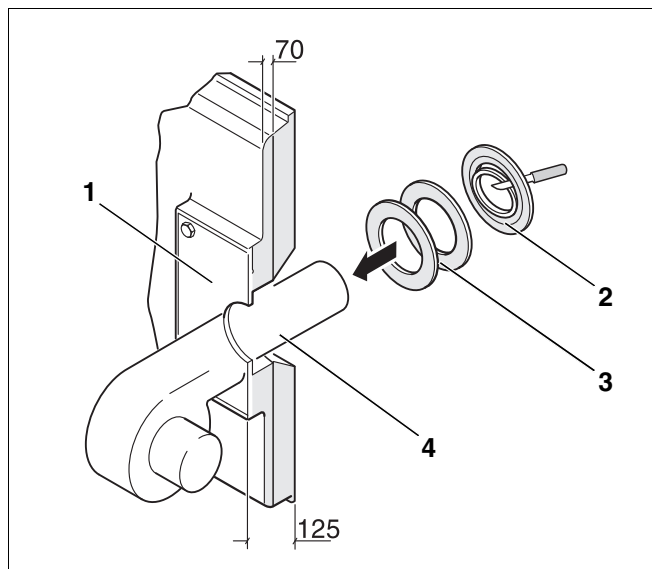

Fig. 28 Montaggio – Bruciatore
- forare la piastra del bruciatore (fig. 28, [1]) in base al diametro necessario per il boccaglio (Ø max. 270 mm) o tagliarla al canello.
- Ritagliare gli anelli isolanti in modo corrispondente al diametro del boccaglio del bruciatore (fig. 28, [2]).
- Riempire la fessura rimanente fra l'isolamento termico della porta ed il boccaglio del bruciatore (fig. 28, [4]) con gli anelli isolanti adattati (fig. 28, [3]).